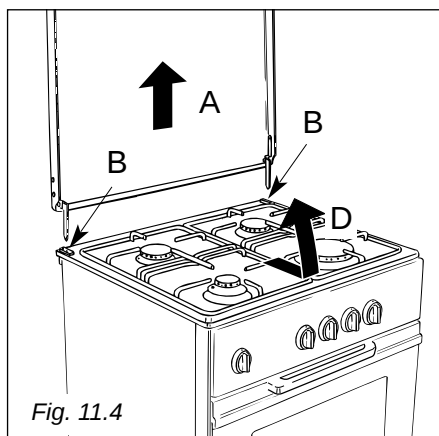

Fig. 11.4
- Faire coulisser la taque en avant pour la décrocher, puis soulever suivant la flèche "D" (Fig. 11.4).